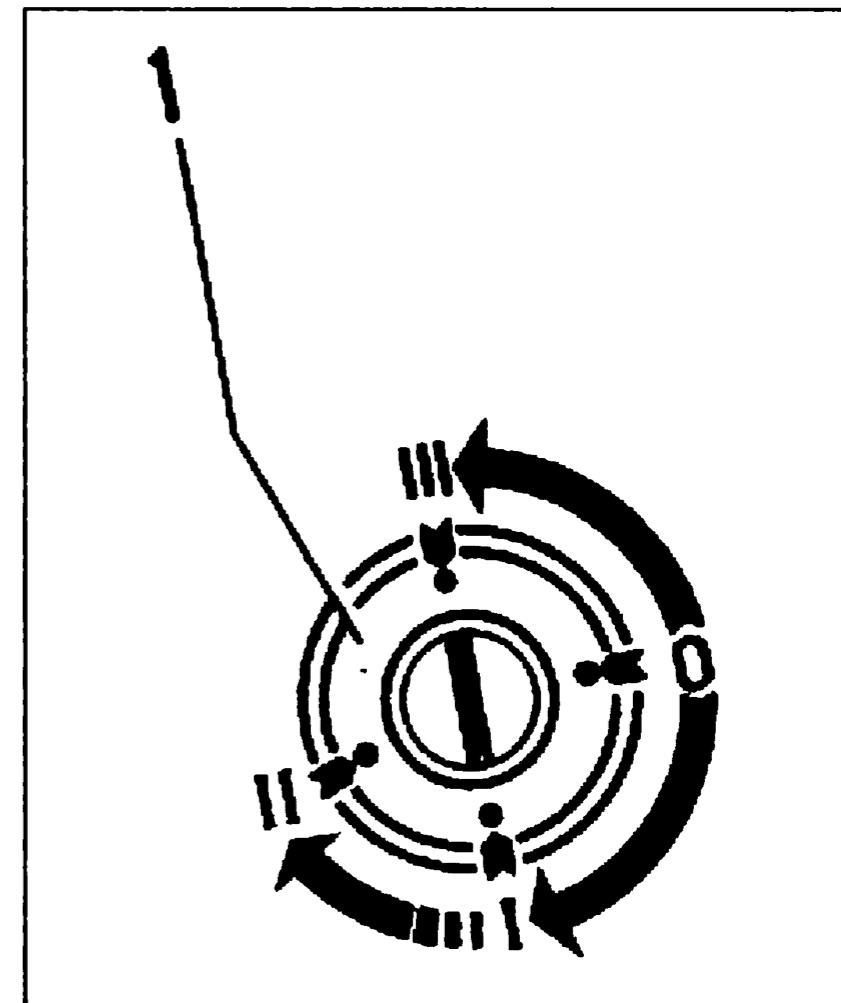

Рис.26.Положение ключа в выключателе зажигания
- до второго фиксированного положения – включаются габаритные огни и ближний свет фар. При выключенном зажигании (положение ключа в выключателе зажигания 0 или III см. рис.26) ближний свет фар и габаритные огни, во втором положении переключателя, не горят.
Ключ в выключателе 1 (рис.26) зажигания может занимать следующие положения:
После пуска двигателя отпустите ключ зажигания, который автоматически возвратится в положение I (рис.26). При устойчивой работе двигателя после пуска плавно отпустите педаль сцепления.